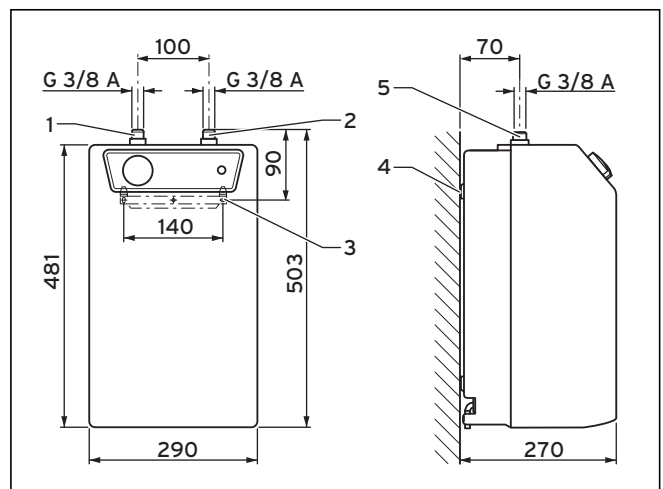

Abb. 5.2 Aufbau des VEH 10/5 U
- Verbinden Sie die Kaltwasserzuleitung (**h**) über die Sicherheitsgruppe mit dem Kaltwasseranschluss (**B**), siehe auch (2 in → **Abb. 5.2 Aufbau des VEH 10/5 U**).
- Schließen Sie die Warmwasserleitung an den Rp-3/8-Warmwasseranschluss (1 in → **Abb. 5.2 Aufbau des VEH 10/5 UU**) des VEH 10/5 U an.